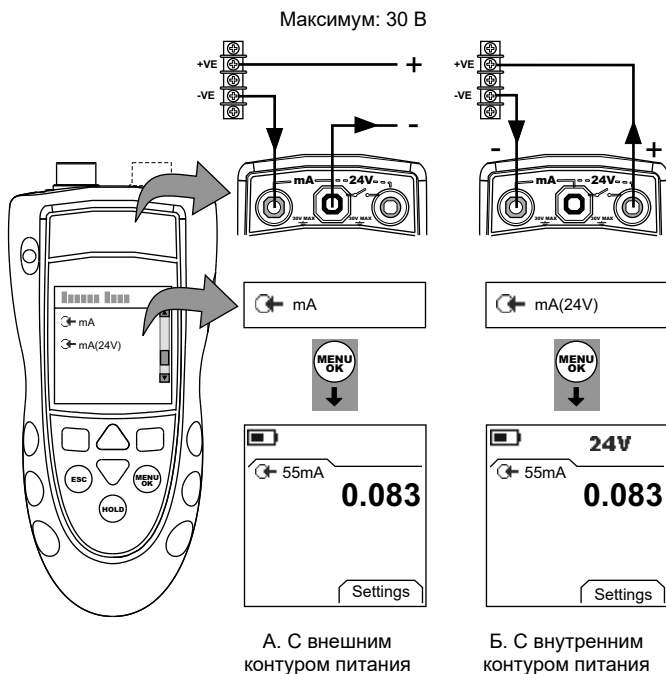

Рисунок 7: Пример конфигурации. Измерение mA
1. Подключите прибор (Рисунок 7) и при необходимости отрегулируйте *Set Up* (*Настройка*) (Таблица 1).
1. Только DPI 802/802P. Подключите прибор к оборудованию калибровки (Рисунок 7).